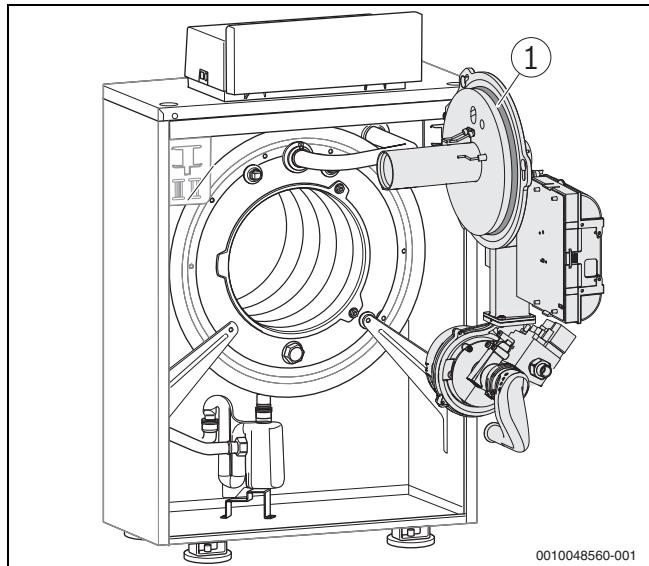

Bild 19 Brenner in Serviceposition
- Vor Brennermontage den richtigen Sitz des O-Rings (→ Bild 19, Seite 8) überprüfen und ggf. korrigieren.